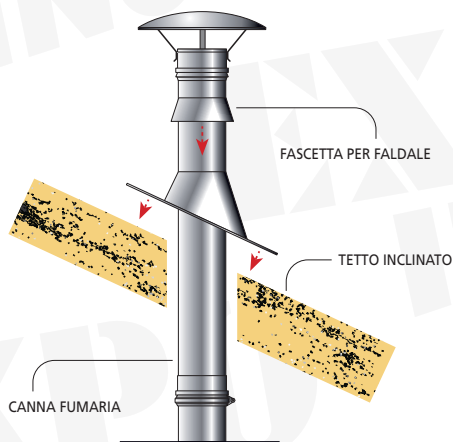
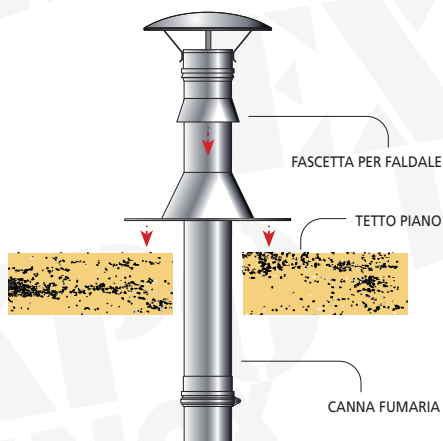

FIGURA 23A
FIGURA 23B
- avvolgere l'elemento lineare e il cono del faldale con la fascetta per faldale serrando le viti e sigillando il tutto con un leggero velo di silicone (**figura 23A** e **figura 23B**).